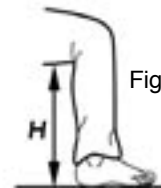

Figure 2
- Schrauben Sie den Duschsitz vorzugsweise mit den Schrauben aus dem Befestigungssatz R6600 an der Wand fest (siehe Abbildung 2).